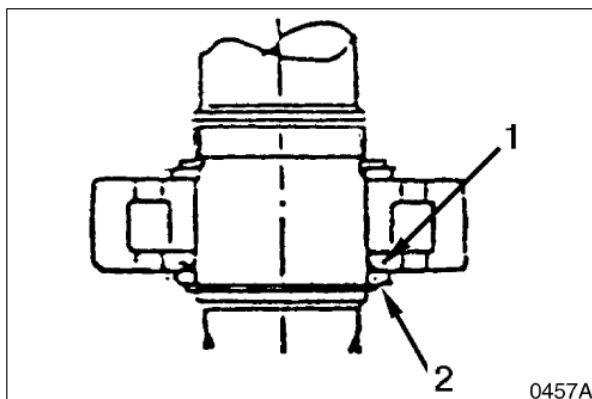

Рис. 28
Необходимо убедиться, что дорожка подшипника (обойма) смотрит в правильном направлении. На чертеже показана одна сторона дорожки подшипника (1, рис. 28) с пометкой "R", которая должна стоять рядом с прокладкой (2) на нижнем конце ведущего вала.